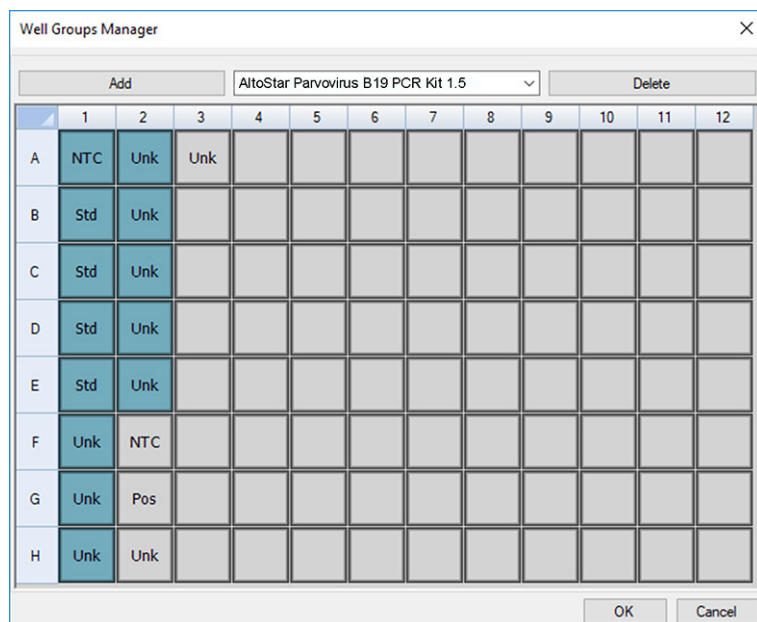

Figure 2: Boîte de dialogue Well Groups Manager (Gestionnaire de groupes de puits)
2. Dans la boîte de dialogue Plate Editor (Éditeur de plaque), cliquez sur **Well Groups...** (Groupes de puits...) dans la barre d'outils. La boîte de dialogue Well Groups Manager (Gestionnaire de groupes de puits) s'affiche (voir la figure 2).
- Sélectionnez tous les puits de la PCR plate (plaque PCR) situés dans la zone appartenant au premier essai (voir la figure 2). Les puits appartenant à un essai individuel peuvent être identifiés dans la boîte de dialogue Plate Editor (Éditeur de plaque) grâce aux éléments saisis dans le champ **Biological Set** (Ensemble biologique).